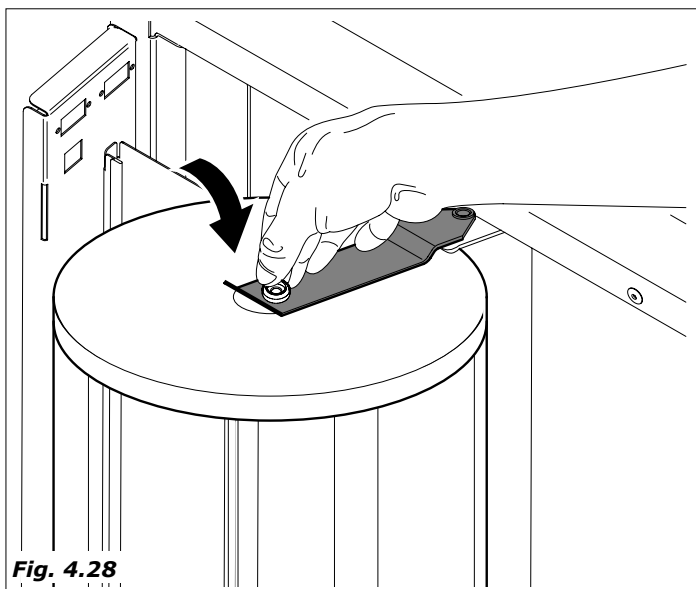

Fig. 4.28
- colocar la tapa de la columna de vasos y enganchar la abrazadera superior (Fig.4.28).